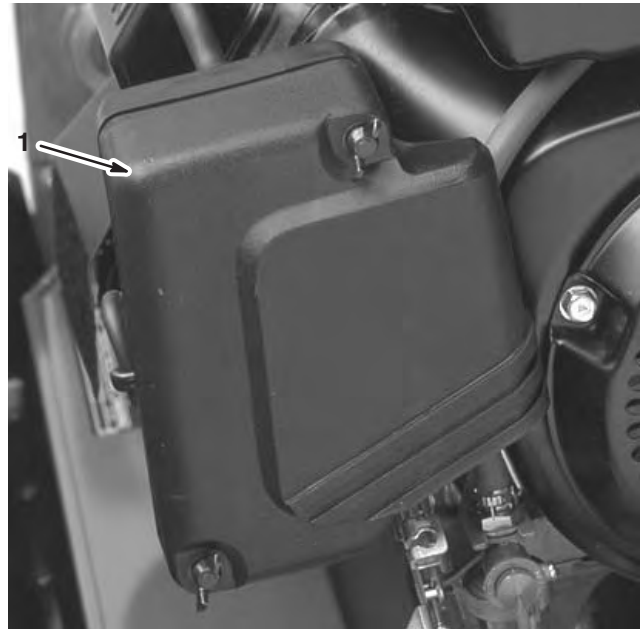

Bild 29
2. Nehmen Sie die Flügelschrauben ab, mit denen die Luftfilterabdeckung am Luftfilter befestigt ist. Nehmen Sie dann die Abdeckung ab (Bild 29).
3. Reinigen Sie die Abdeckung gründlich (Bild 29).